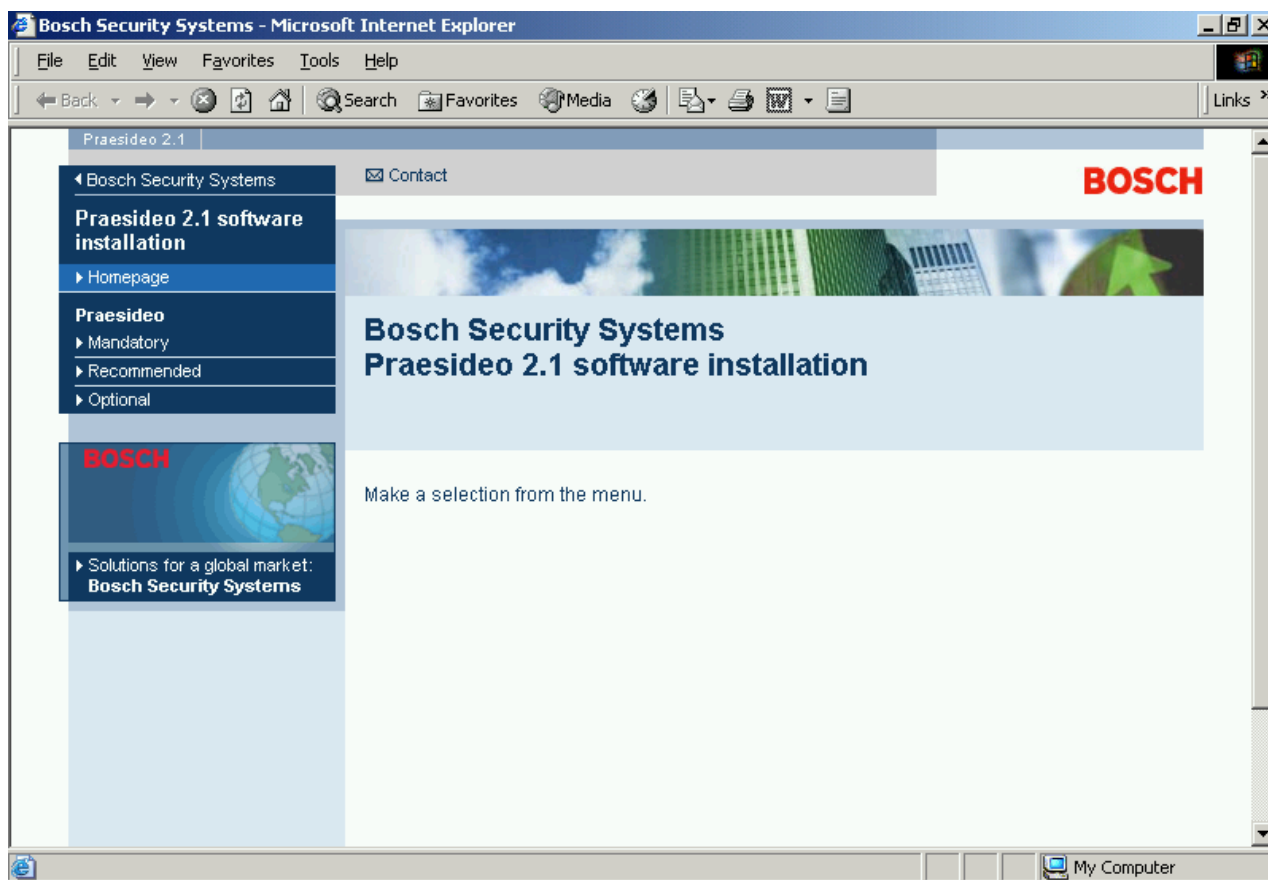

figura 25.1: Pagina di installazione software
Mettere il CD-ROM del software Praesideo LBB4470/00 nell'unità CD-ROM del PC di configurazione. Se l'unità CD-ROM ha l'esecuzione automatica attiva, viene aperta in *Internet Explorer* una schermata simile a quella in figura 25.1. Se il CD-ROM non si avvia automaticamente:
- 1 Avviare il CD-ROM con il Software Praesideo LBB4470/00 (vedere sezione 25.2). Appare una schermata simile a quella di figura 25.1.